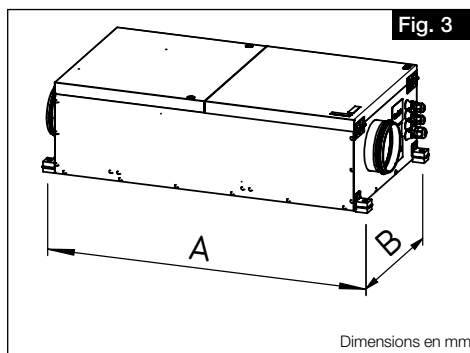

Fig. 3
- La fixation se fait au moyen de quatre profilés de montage en forme de L fixés sur le caisson. Le montage de l'appareil peut se faire suivant une des positions autorisées indiquées à la fig. 3. Veiller à ce que l'appareil soit facile d'accès pour le nettoyage / remplacement du filtre et l'entretien.